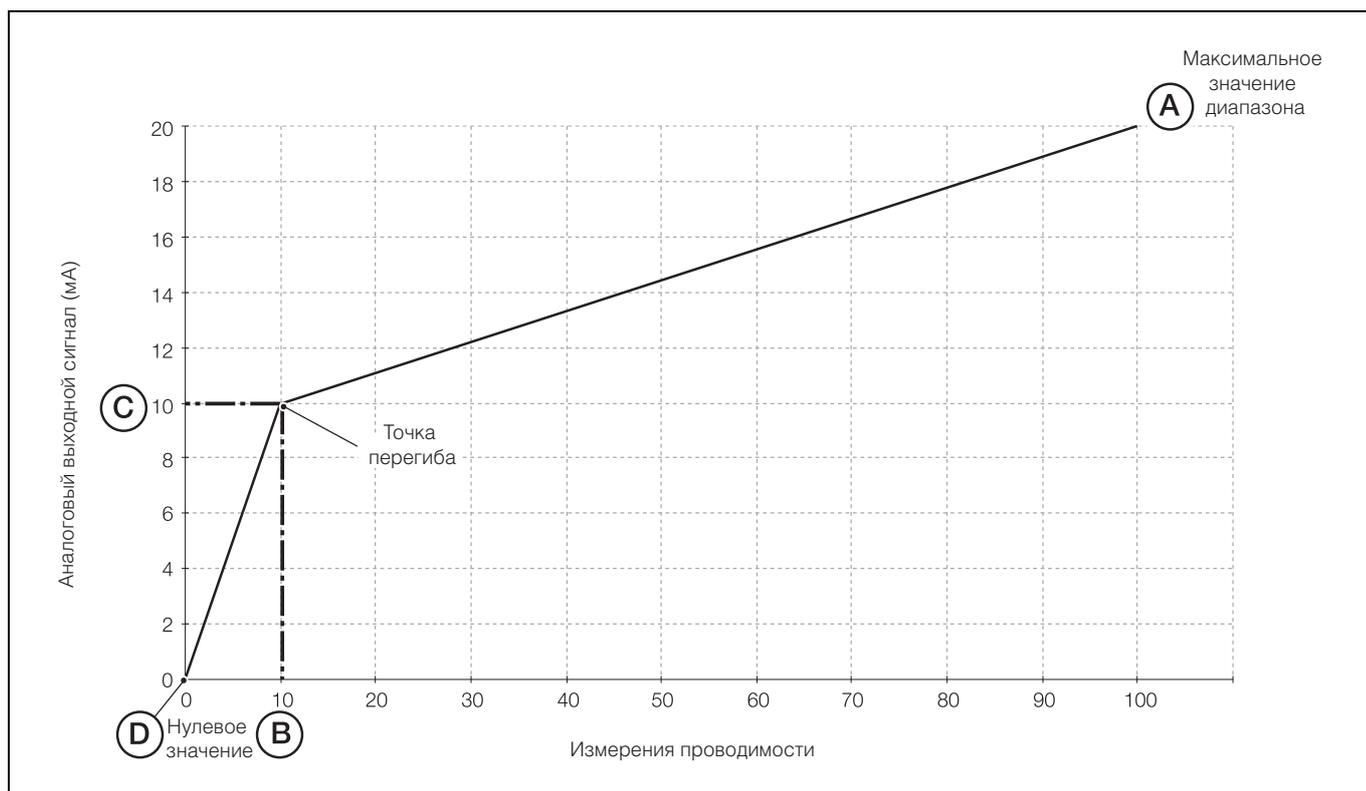

Рис. 5.6 Билинейная зависимость выходного сигнала
- Bi-Lin – Билинейная кривая – см. Рис. 5.6 на странице 39
В верхней строке дисплея поочередно выводятся надписи **uS/cm** (**мкСм/см**) и **Adjust** (**Регулировка**). Используйте клавиши **▲** и **▼**, чтобы задать для выведенного параметра требуемое значение верхнего предела измерений. Это Точка А на Рис. 5.6.
В средней строке дисплея поочередно выводятся надписи **uS/cm** и **Adjust**. Используйте клавиши **▲** и **▼**, чтобы задать для выведенного параметра требуемое нулевое значение. Это Точка D на Рис. 5.6.
В верхней строке дисплея поочередно выводятся надписи **uS/cm** и **Adjust**. Используйте клавиши **▲** и **▼**, чтобы задать для выведенного параметра требуемое нулевое значение. Это Точка B на Рис. 5.6.
В средней строке дисплея поочередно выводятся надписи **mA** и **Adjust**. Используйте клавиши **▲** и **▼**, чтобы задать для выведенного параметра требуемое нулевое значение. Это Точка C на Рис. 5.6.
### 5.6.1 Билинейная зависимость выходного сигнала – Рис. 5.6